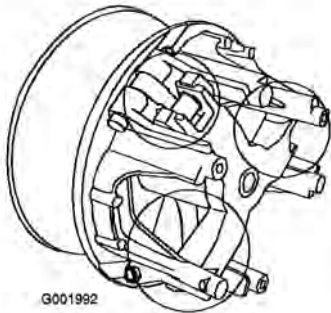

Figura 54
- Lubrique las piezas en movimiento en las zonas indicadas en Figura 54 usando Spray Lubricante Seco Toro, disponible a través de su Distribuidor Autorizado Toro.